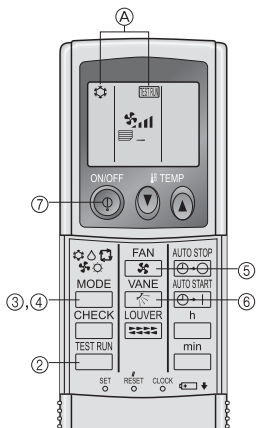

Fig. 7-7
7.2.2. Utilisation de la télécommande sans fil (Fig. 7-7)
- ① Mettre l'appareil sous tension au moins 12 heures avant l'essai de fonctionnement.
- ② Appuyer sur le bouton [TEST RUN] deux fois sans le relâcher.